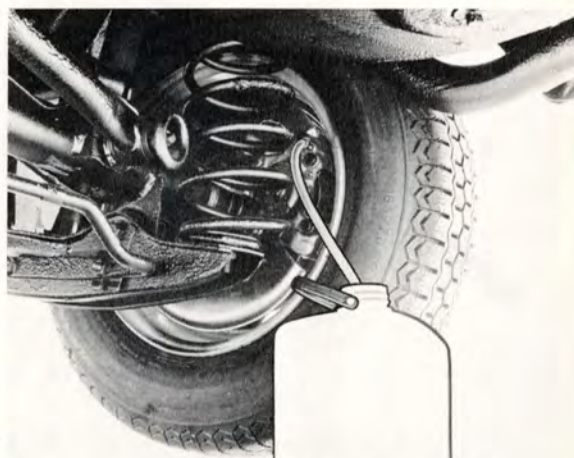

Bild 5-13. Luftning av bakhjul
6. Anslut en slang och uppsamlingskärlet till luftningsnippeln på höger bakhjul (bild 5-13).